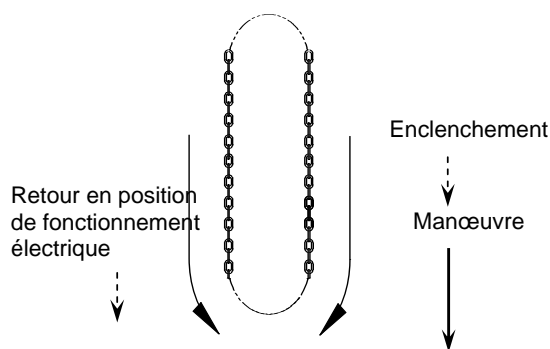

Figure 14 Manœuvre de la chaîne pour ouvrir et fermer la porte
2. Continuer alors le mouvement de traction sur la chaîne pour mettre la porte en mouvement. Si la porte ne se déplace pas dans la direction souhaitée, répéter les actions 1. et 2. en tirant sur la chaîne dans l'autre sens. (Consultez la Figure 14).